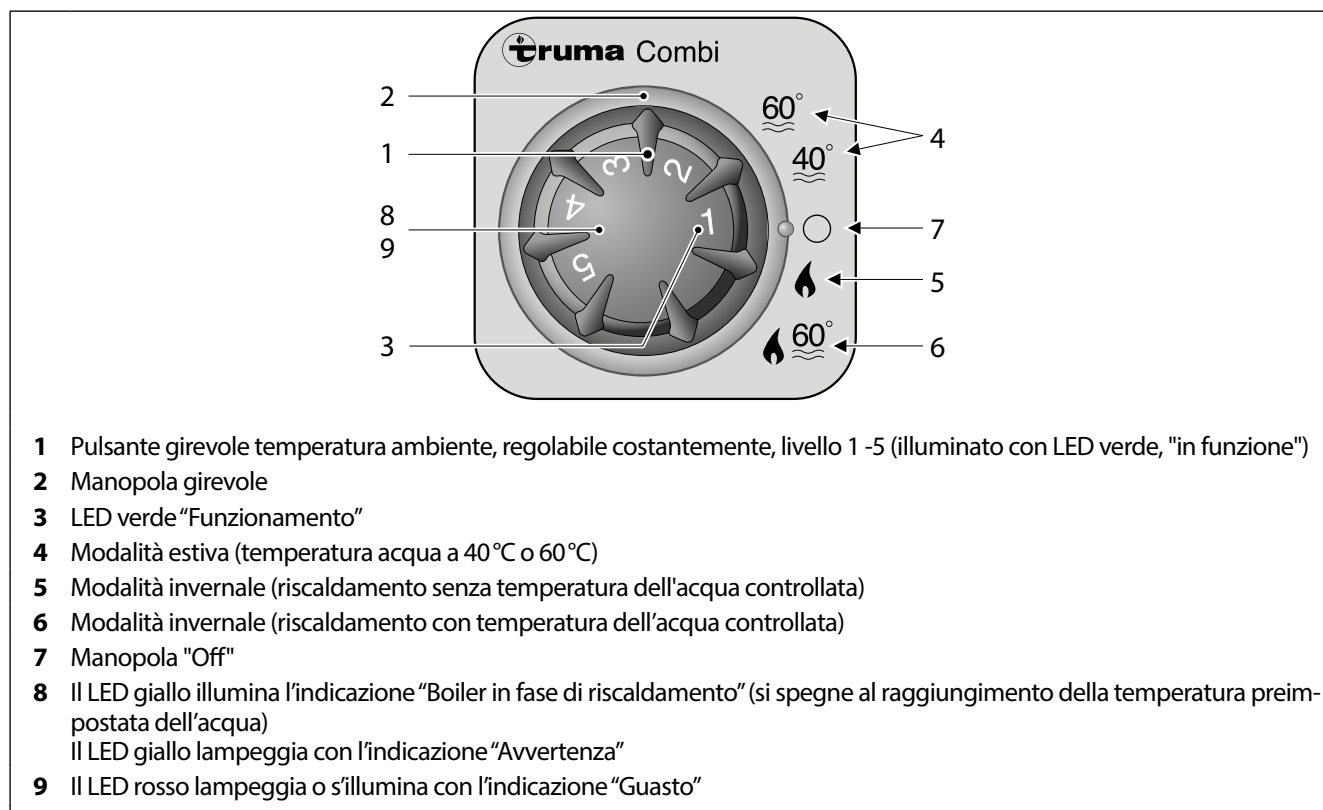

Fig. 58 Unità di comando CP classic
Una volta attivata una delle modalità, dietro la manopola girevole si illumina il LED verde (Fig. 58, pos. 1).
1. Ruotare la manopola girevole (Fig. 58, pos. 2) alla temperatura desiderata dell'acqua di 40°C o 60°C (Fig. 58, pos. 4).
Una volta raggiunta la temperatura impostata, il bruciatore si spegne e il LED giallo (Fig. 58, pos. 8) si spegne. Il bruciatore opera nel corrispondente livello più basso.
1. Ruotare la manopola girevole (Fig. 58, pos. 2) fino alla posizione 6.
2. Ruotare la manopola girevole (Fig. 58, pos. 1) alla posizione desiderata del termostato (1 - 5) per la temperatura ambiente.
Il LED verde (Fig. 58, pos. 3) è acceso e indica la posizione della temperatura ambiente impostata.
Al raggiungimento della temperatura ambiente impostata, il bruciatore si commuta sul livello più basso e l'acqua nel boiler viene riscaldata a una temperatura di 60°C. Il LED giallo (Fig. 58, pos. 8) indica la fase di riscaldamento e si spegne una volta raggiunta la temperatura dell'acqua.
1. Ruotare la manopola girevole (Fig. 58, pos. 2) fino alla posizione 5.
Con il boiler pieno si riscalda automaticamente anche l'acqua. Il LED giallo (Fig. 58, pos. 8) si accende soltanto a temperature dell'acqua inferiori a 5°C.
1. Ruotare la manopola girevole (Fig. 58, pos. 2) in posizione ○.